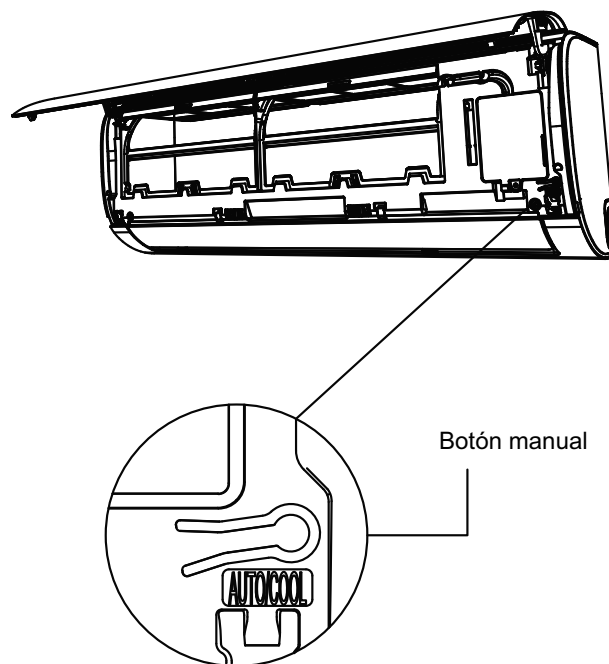

Fig. 9.1
1. Localice el BOTÓN MANUAL a la derecha del panel lateral de la unidad. Vea la Fig.9.1